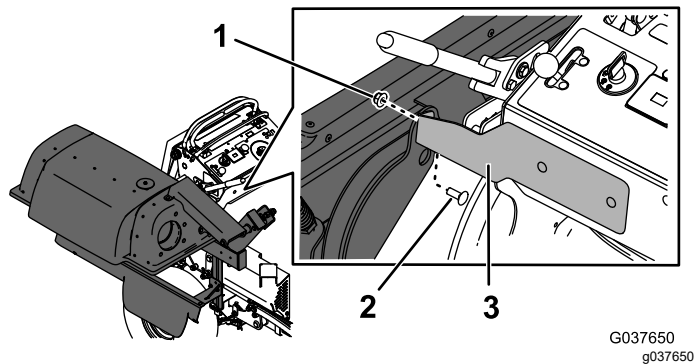

図 16
4. バガーフレームを、前取り付けブラケットに固定するキャリッジボルト $\frac{3}{8}$ " x 1"とナット $\frac{3}{8}$ "で図 16のように取り付ける。